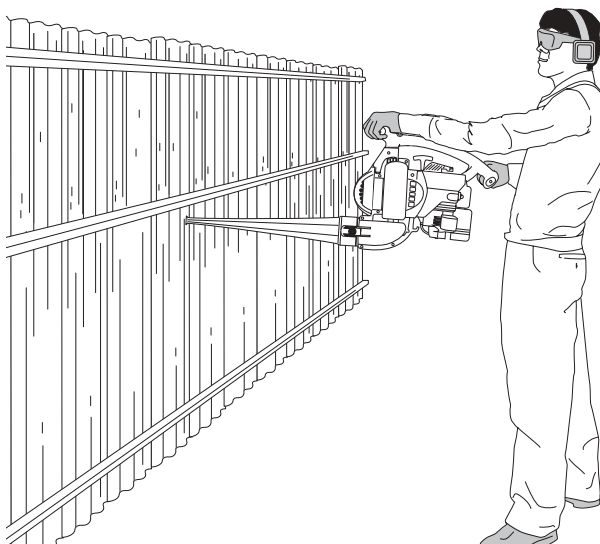

Fig. 15
- 3 Use la sopladora para paredes, salientes, cercas y mallas (Fig. 15).